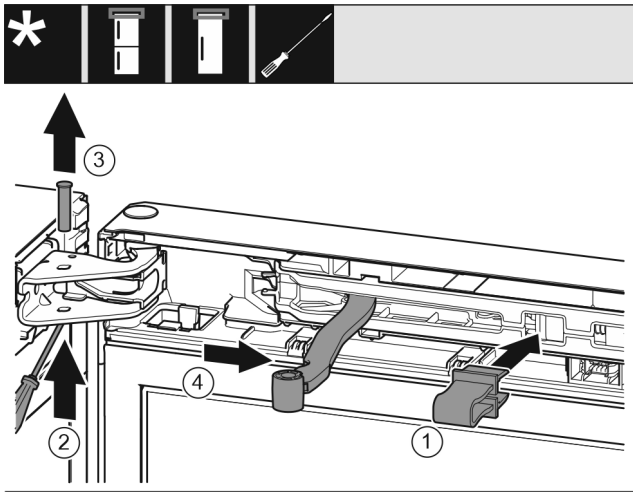

Fig. 10
- Зафіксуйте запобіжник в отворі. Fig. 10 (1)
- Виштовхніть палець за допомогою викрутки. Fig. 10 (2)
- Вийміть гвинт рухом нагору. Fig. 10 (3)
- Поверніть шарнір у напрямку дверцят. Fig. 10 (4)